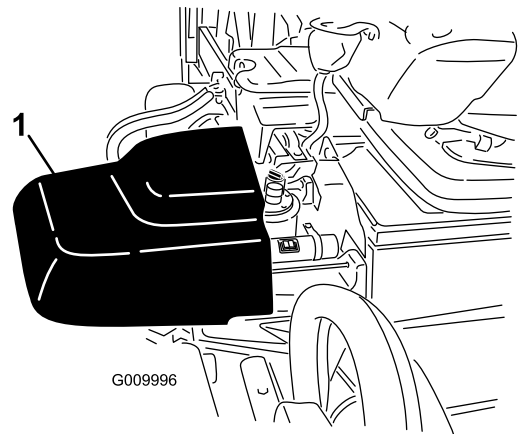

Figura 16
2. Tire hacia arriba un poco de los bordes exteriores de la cubierta del depósito, y deslice hacia fuera la cubierta para dejar expuesto el cuello de llenado y el tapón del depósito de aceite hidráulico (Figura 16).